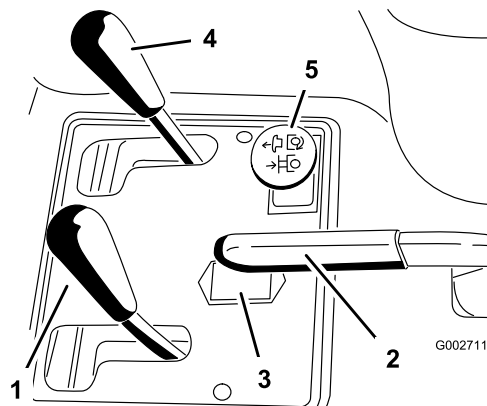

Рисунок 10
Для подъема навесного оборудования потяните рычаг подъема (Рисунок 10) назад; для опускания навесного оборудования нажмите на рычаг подъема вперед. Для включения ПЛАВАЮЩЕГО положения передвиньте рычаг в положение фиксации. Установив навесное оборудование в требуемое положение, отпустите рычаг, и он вернется в нейтральную позицию.
Для включения стояночного тормоза (Рисунок 10) потяните рычаг стояночного тормоза назад. Для его отключения нажмите на рычаг вперед.
Счетчик моточасов (Рисунок 10) показывает полную наработку машины в часах. Счетчик моточасов начинает работать при повороте ключа зажигания в положение «Вкл.» (ON)